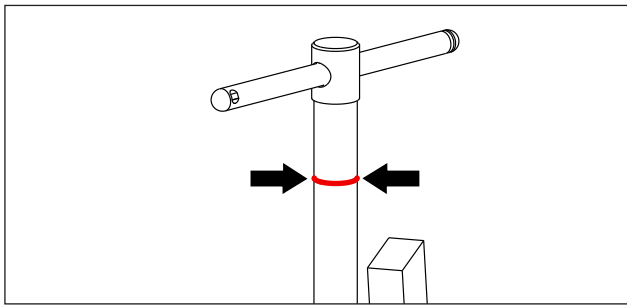

図6: ねじ止めのインジケーター (赤色の輪)
- ・ 取り外す部品の上にプーラーを取り付けた後に、ねじ止めのインジケーターが見えることを確認してください。位置については図6を参照してください。調節ロッドを時計回りに回しすぎている場合、インジケーターは隠れており、ねじ止めの量が十分でないことを示しています。